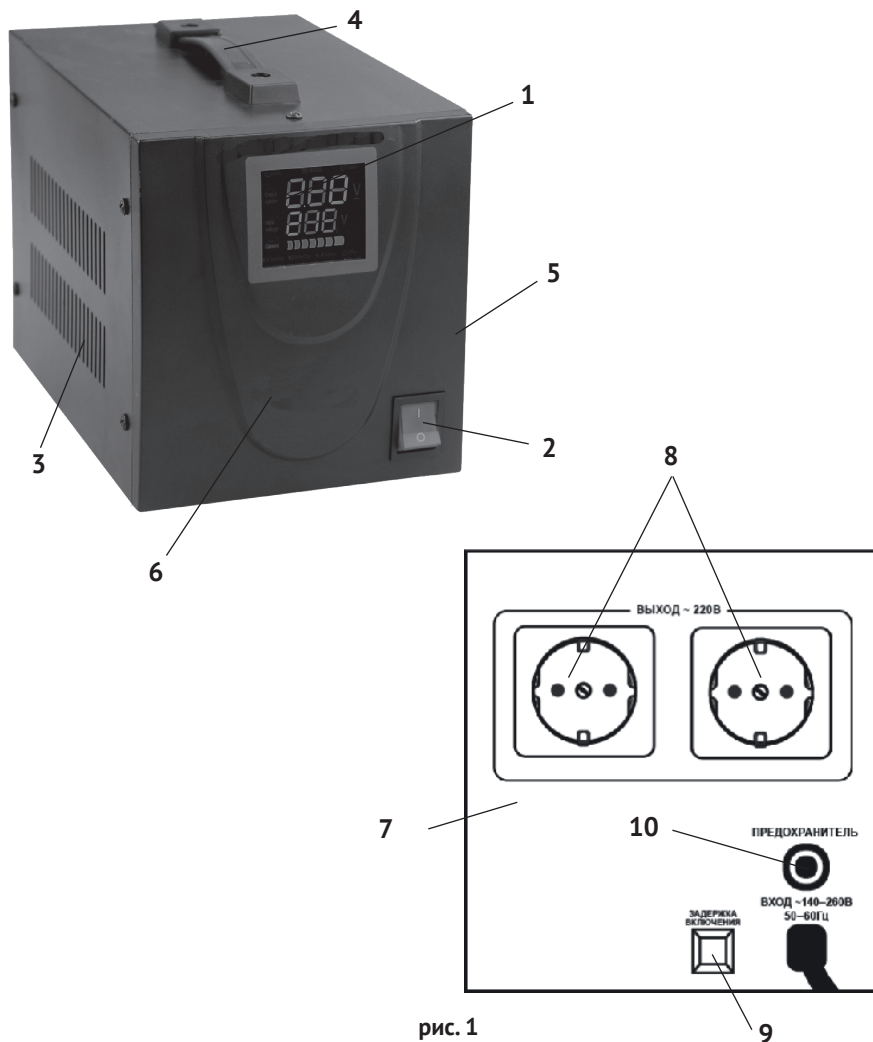
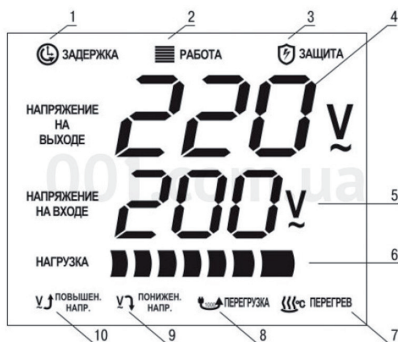

рис. 1
рис.2
1.6 Внешний вид* стабилизатора представлен на рис.1
1.7 В металлическом корпусе (рис.1 поз.5) размещены основные узлы стабилизатора: автотрансформатор, плата управления (микропроцессор), силовые ключи (реле), приборы контроля и управления. На передней панели стабилизатора (рис.1 поз.6) находятся: многофункциональный дисплей (рис.1 поз.1), отображающий все режимы работы стабилизатора и выключатель с двумя фиксированными положениями: «I» - ВКЛ. и «0» - ВЫКЛ.
На задней панели (рис.1 поз.7) расположены: две розетки «евро» (рис.1 поз.8) подключения нагрузки, предохранитель плавкий (рис.1 поз.10), кнопка включения задержки (рис.1 поз.9) и кабель питания с вилкой
Многофункциональный дисплей (рис.2) на передней панели отображает все режимы работы стабилизатора.
Трёхзначные цифровые индикаторы показывают: (рис.2 поз.4) – напряжение на выходе (к подключённым потребителям), (рис.2 поз.5) – напряжение на входе в стабилизатор (питающей сети).
«ЗАДЕРЖКА» (рис.2 поз.1) – задержка подачи выходного напряжения применяется как при штатном (первичном) запуске стабилизатора, так и при запуске после экстренного отключения от питающей сети в автоматическом режиме. Длительность задержки включения от 6 секунд до 180 секунд изменяется кнопкой (рис.1 поз.9) на задней панели. Кнопка нажата – задержка 180 с, кнопка отжата – задержка 6 с.
«РАБОТА» (рис.2 поз.2) – высвечивается при нормальной работе стабилизатора: напряжение сети в пределах регулируемого диапазона (140-260В), не превышена нагрузочная мощность, нормальный температурный режим трансформатора.
«ЗАЩИТА» (рис.2 поз.3) – высвечивается при выходе за крайние пределы параметров, которые отображают индикаторы нижнего ряда дисплея. При этом происходит автоматическое защитное отключение стабилизатора:
1- превышение входного напряжения (свыше 260В) – высвечивается индикатор «ПРЕВЫШ. НАПР.» (рис.2 поз.10);
2 - падение входного напряжения (менее 140В) – высвечивается индикатор «ПОНИЖЕН. НАПР.» (рис.2 поз.9);
3 – превышение мощности нагрузки (около 120% от максимальной) – высвечивается индикатор «ПЕРЕГРУЗКА» (рис.2 поз.8). Если в течение 1 часа работы 3 (или более) раз сработает защита от «ПЕРЕГРУЗКИ», необходимо (отключив АСН) и уменьшить подключённую нагрузку;
4 – перегрев обмоток трансформатора (свыше 120°C) - высвечивается индикатор «ПЕРЕГРЕВ» (рис.2 поз.7).
«НАГРУЗКА» (рис.2 поз.6) - высвечивается (при нормальной работе) часть индикатора, отображающая степень подключённой нагрузки к максимально возможной мощности данной модели стабилизатора.
Автоматический выключатель «БАЙПАС» (рис.1 поз.9) включают при стабильном напряжении питающей сети, а также при выходе из строя силовой сети стабилизатора или электронных цепей управления, когда нет необходимости (или возможности) работы стабилизатора. При этом выключатель «СЕТЬ» - в по-
ложении выключено. При включении режима «БАЙПАС» дисплей не высвечивается. При включении выключателя «СЕТЬ» (рис.1 поз.8), выключатель «БАЙПАС» автоматически отключается.
- при кратковременном (до 10 секунд) включении выключателя (рис.1 поз.2), проверить правильность подключения – дисплей (рис.1 поз.1) должен показать на цифровых индикаторах: величину входного напряжения (рис.2 поз.5) и вы-
ходное напряжение 220 В (рис.2 поз.4);
- выключить выключатель и подключить нагрузку к розеткам «евро» (рис.1 поз.8);
- включить выключатель (рис.1 поз.2).